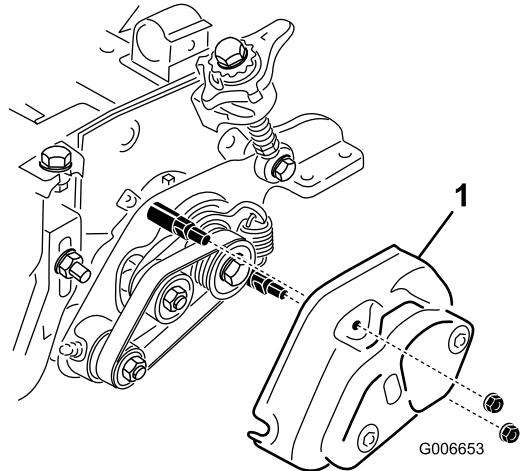

図 35
8. グルーマカバーとローラブラシのカバー **図 35** のナットが締め付け過ぎになっていないことを確認する。